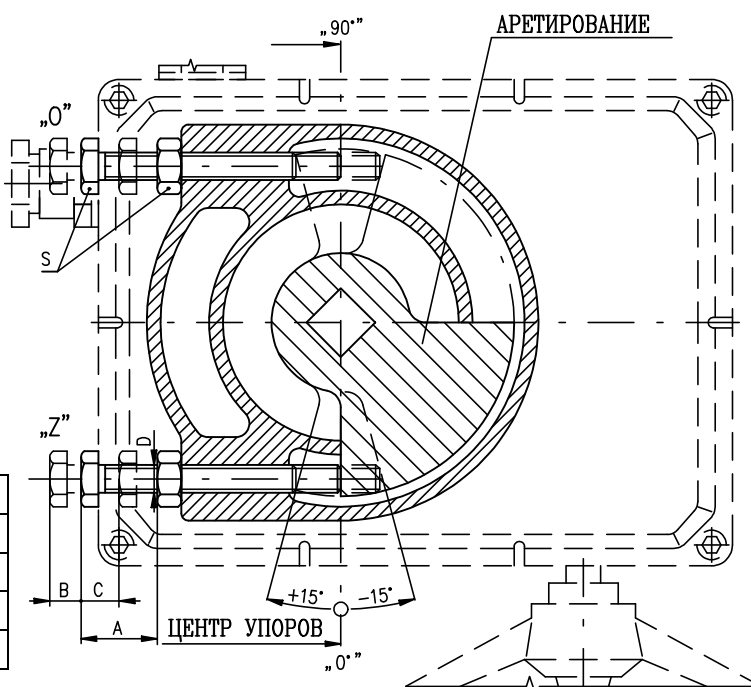

Рис. 9
4.6 Перестановка позиции рабочего угла и настройка упорных винтов (Рис.9)
Для определения позиции рабочего угла арматуры служат упорные винты, которые позволяют изменить положение из позиции "Z" (0°) и из позиции "O" (60°, 90°, 120°, 160°) о величину ±15° (рис.9), на котором выходной вал в позиции "Z" (закрыто) для рабочего угла 90°. Упорные винты служат к механическому ограничению положения рабочего угла для ручной эксплуатации или как конечные точки пути для моментного выключения. Поэтому выходной упор не должен наталкиваться на упорные винты во время моторной эксплуатации без настройки моментного узла. Иначе бы могло дойти к повреждению механической передачи.